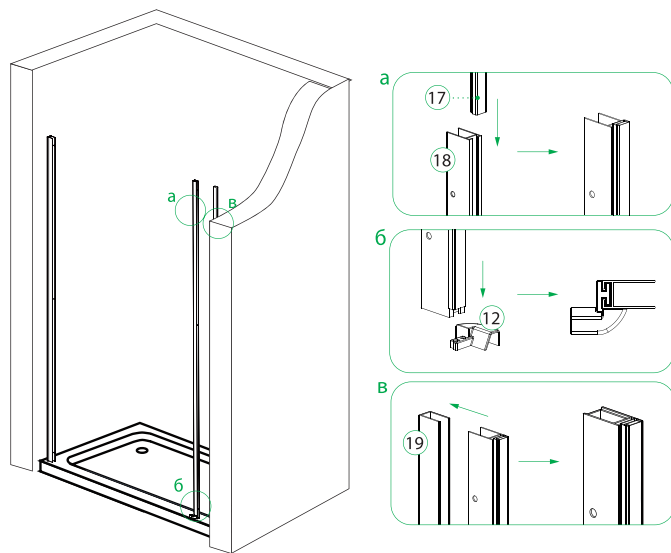

Рис. 8/8-сур.
4. Соедините профиль (18) с магнитным уплотнителем (17), как показано на рисунке 8-а, присоедините заглушку (12 или 13) (рис. 8б). Вставьте собранную конструкцию в пристенный профиль (19) со стороны открытия дверей.